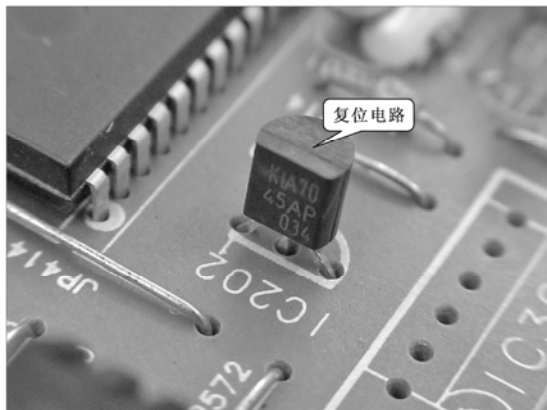

图 4-44 复位电路 IC202 的实物外形图
微处理器的复位信号由复位电路 IC202 的③脚提供,图 4-44 为复位电路 IC202 的实物外形图,其引脚焊点与电路对照图如图 4-45 所示。+5V 电源电压送入 IC202 的①脚,经该复位电路处理后,由③脚输出送入微处理器 IC201 的⑱脚。